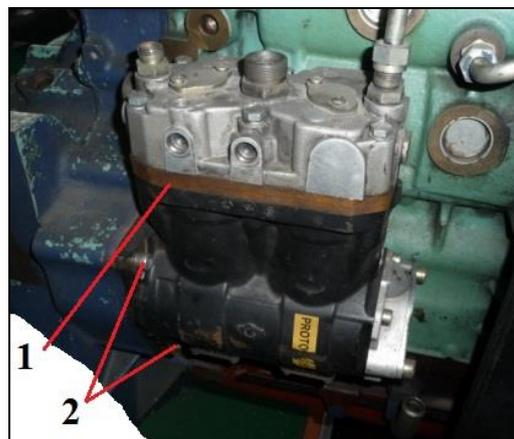

Рис. 73. Установка воздушного компрессора
4.14. Установка воздушного компрессора (см.рис. 73).